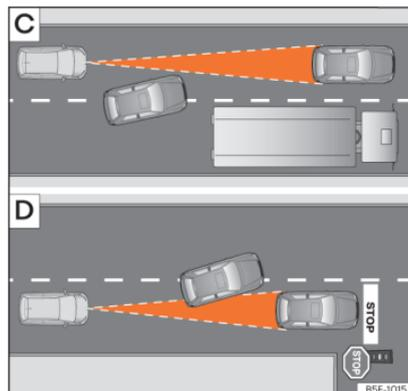

Fig. 188 [C] Mudança de faixa de um veículo. [D] Veículo em circulação e outro parado.
- Veículos que mudem para a faixa na qual circula a pouca distância do veículo » **Fig. 188 [C].**
O ACC não reage perante veículos detidos. Se, por exemplo, um veículo detetado pelo ACC roda ou se afasta e em frente do mesmo se encontra um veículo parado, o ACC não reagirá face a este último »» **Fig. 188** **D**.